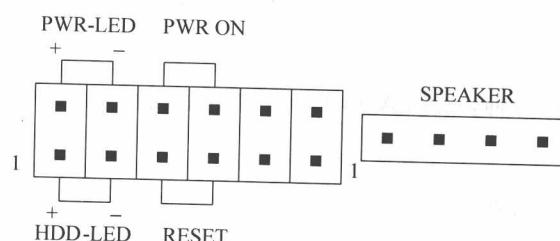

图 1.6 某主板信号线连接示意图
(7) 连接机箱信号线和 USB 扩展线。
① 连接机箱信号线。在计算机硬件组装过程中，连接机箱信号线(机箱面板上的开机、重启、硬盘指示和喇叭等接头)是比较困难的工作，在接线时应该参照说明书进行操作，下面对机箱信号线的连接进行详细介绍。
b. 在主板上一般都会标有这些接头的连接方法，也可以参看主板说明书，找到这些信号线连接方法的详细说明。不同的主板其对应的连接方法会不相同，以本主板为例，其连接示意图如图 1.6 所示。